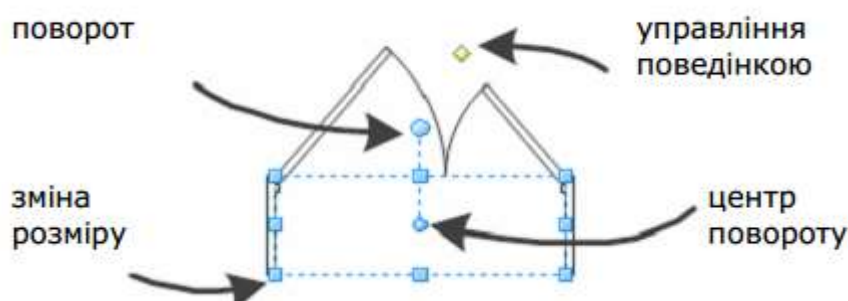

Рис. 1.11. Маркери фігури Visio
- різні способи виклику діалогового вікна Текст (рис. 1.11) – наприклад, команда Формат контекстного меню або кнопки розділів;
Для зміни розмірів елементу використовують квадратні розмірні маркери, які з'являються при виділенні елементу мишею (маркери виділення) (рис. 1.11). На панелі інструментів при цьому має бути задіяний інструмент  Вказівник.